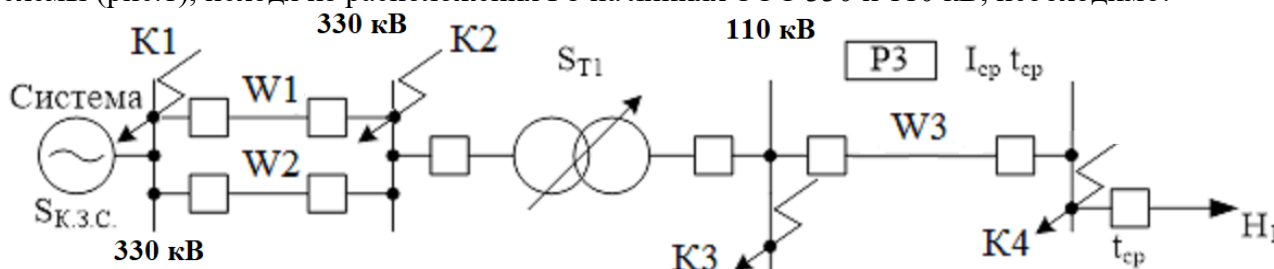

Рис. 1. Участок распределительной сети
**Задание:** Для известных токов короткого замыкания в характерных точках расчетной схемы (рис.1), исходя из расположения РЗ на линиях ЭЭС 330 и 110 кВ, необходимо:
- 1) Рассчитать уставки резервных токовых защит ЛЭП 330 кВ и 110 кВ (рис. 1): МТЗ, ТО и ТОВ, выполненную на МУРЗ.
Рассчитать дистанционную защиту (или ДФЗ) линий W1, W2 (рис.1), выполненную на МУРЗ.